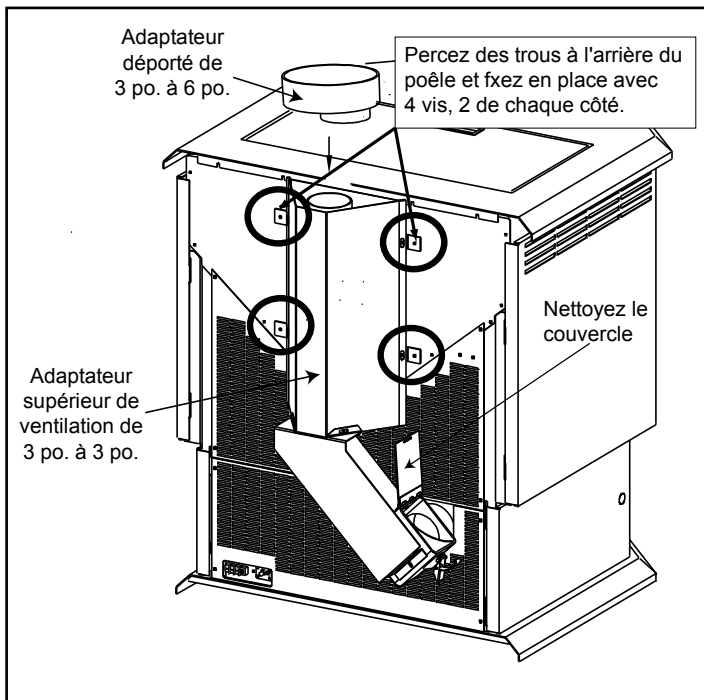

Figure 20.1
3. Percez 4 trous au moyen de la mèche no. 26 (fournie) dans la face arrière de l'appareil en utilisant l'écran extérieur comme gabarit (assurez-vous que l'assemblage soit en position verticale). **Figure 20.1**
6. Pour nettoyer l'adaptateur supérieur de ventilation, ouvrez le couvercle de nettoyage. **Voir figure 20.1**